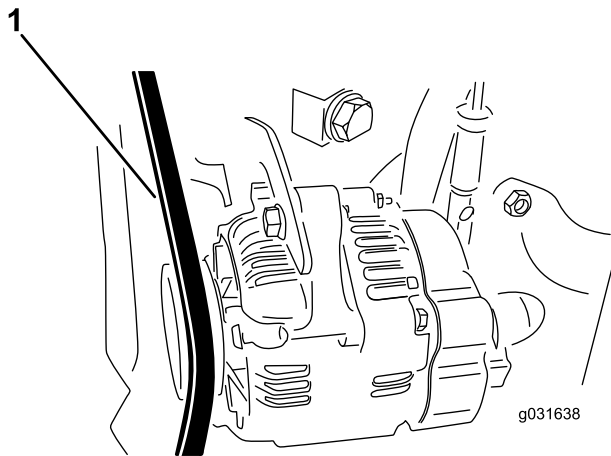

Рисунок 75
4. Приложите усилие 30 Н к ремню генератора в точке посередине между шкивами (Рисунок 75).